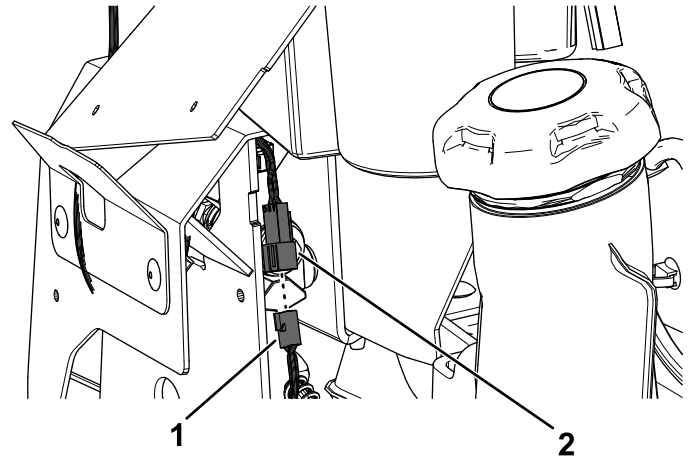

Figure 22
2. Branchez le connecteur du faisceau du kit sur le connecteur du levier de commande de déplacement gauche (Figure 22).